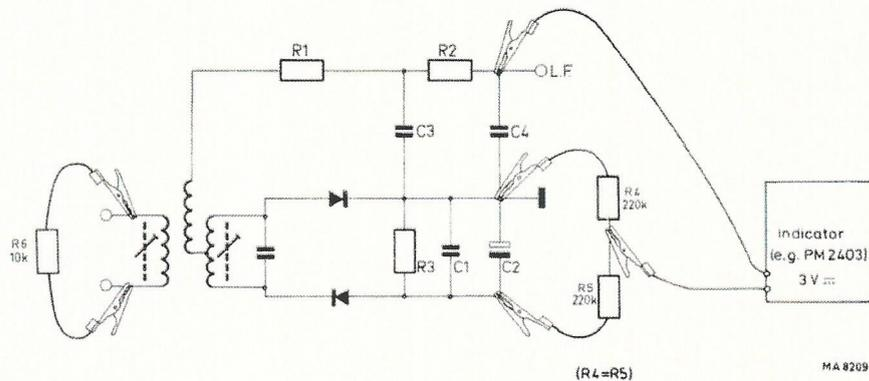

Fig. 12. Contrôle et réglage de la courbe passe-bande du détecteur de rapport dans un récepteur FM
- Terminer le circuit primaire du détecteur de rapport avec une résistance d'environ 10 k Ω (R6, Fig. 12).